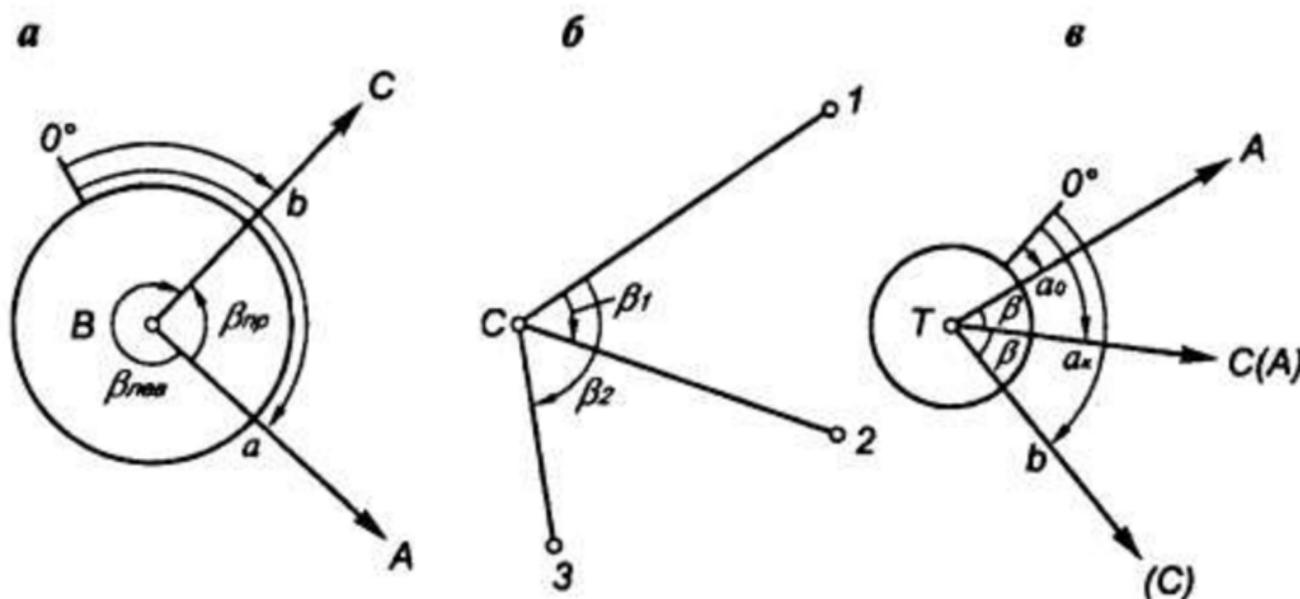

Рис. 8. Способы измерения горизонтальных углов.
3. **Способ повторений.** Сущность способа заключается в последовательном откладывании на лимбе несколько раз величины измеряемого угла β (рис. 8-в).